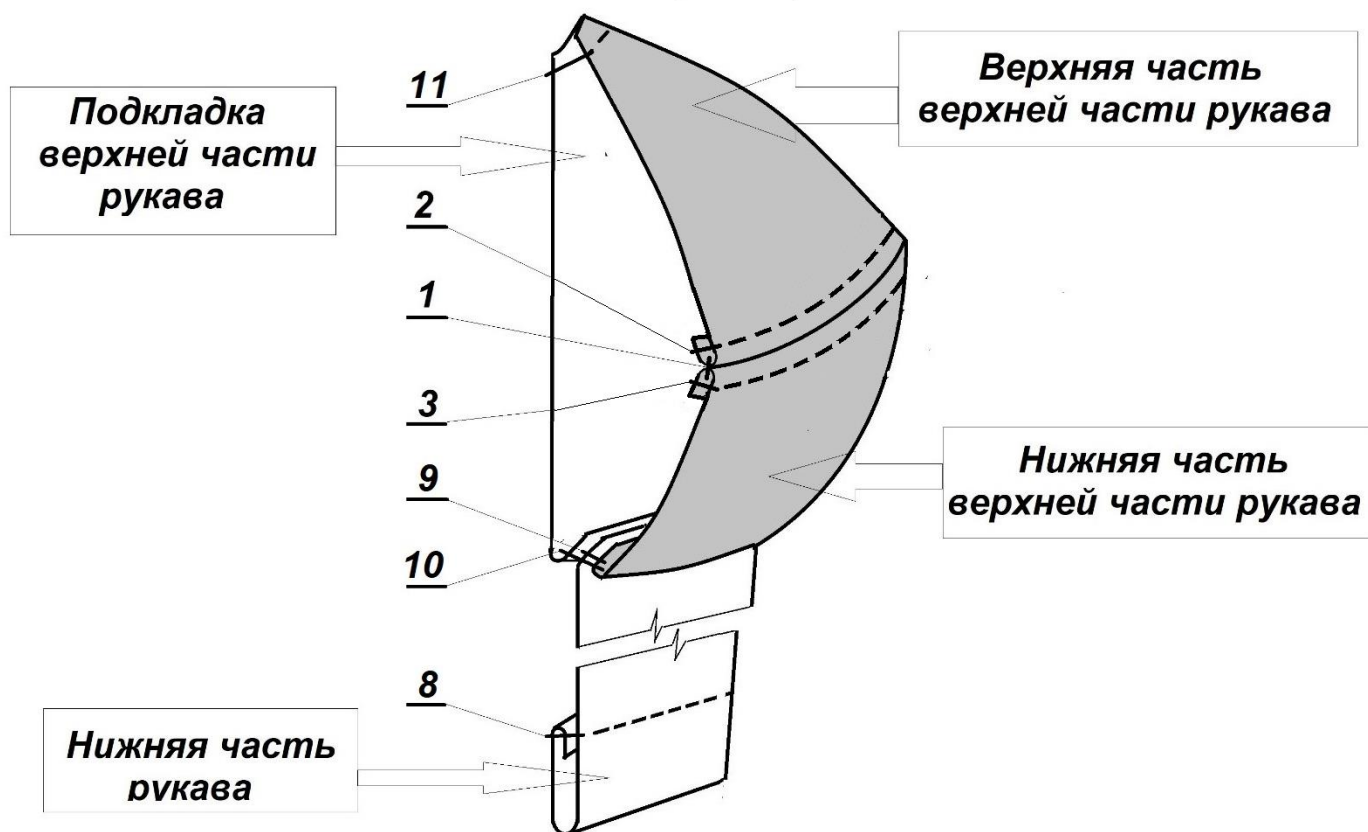

Рисунок 2 – Схема обработки рукава
1. Стачать верхнюю и нижнюю части верхней части рукава, ш. шва 1,0 см (рис. 2, стр. 1).
3. Расстрочить шов соединения верхней и нижней частей верхней части рукава, ш. шва 0,5 см (рис. 2, стр. 2 и 3).
14. Стачать верхнюю и нижнюю части рукава, ш. шва 1,0-1,5 см (рис. 2, стр. 9).
16. Притачать подкладку верхней части рукава к шву стачивания верхней и нижней частей рукава (рис. 2, стр. 10). Шов соединения верхней и нижней части расположить между основной деталью и подкладкой.